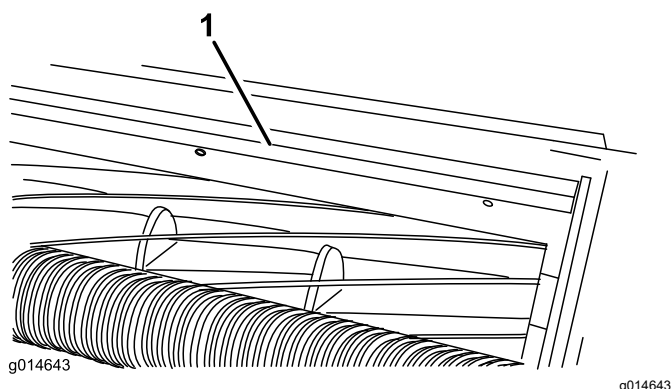

Рисунок 19
1. Ослабьте винты крепления верхней планки (Рисунок 19) к режущему блоку.